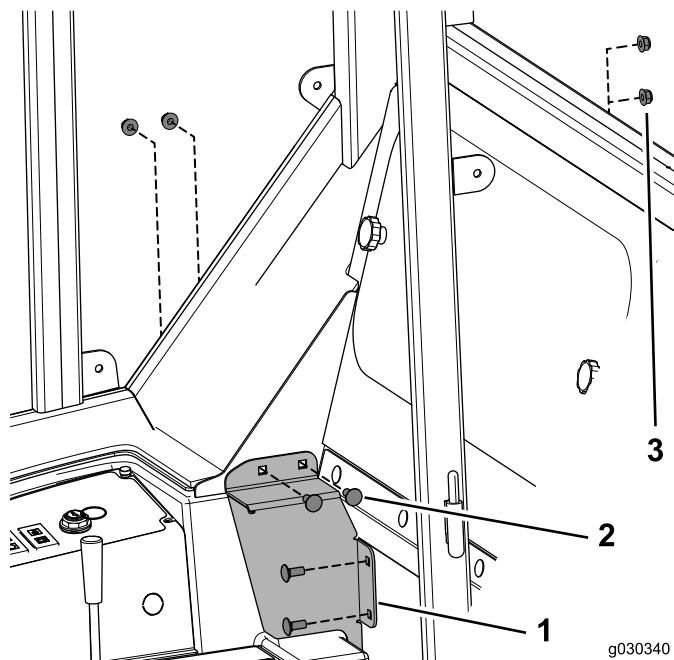

Figura 29
2. Instale provisionalmente el soporte de la cubierta derecha a la cabina usando los 4 pernos de cuello cuadrado (5/16" x 3/4") y 4 contratuerzas (Figura 29).